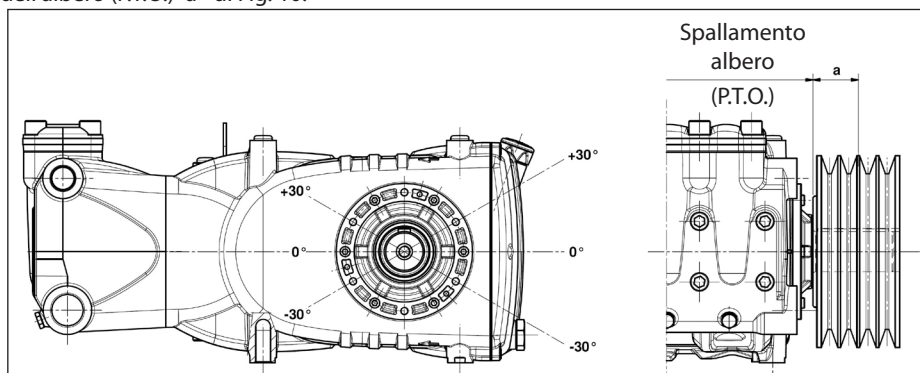

Fig. 10
Il carico radiale sull'albero non deve essere superiore a 7500 N (valore necessario per la definizione del Lay-out). La trasmissione è considerata adeguata se tale carico è applicato ad una distanza massima $a=40$ mm dallo spallamento dell'albero (P.T.O.) come indicato in Fig. 10.
- b) Utilizzare cinghie ad alto rendimento - per esempio **XPB** invece di **SPB** - in quanto risulterà necessaria una quantità inferiore di cinghie a parità di potenza trasmessa ed una conseguente distanza inferiore della risultante rispetto allo spallamento dell'albero (P.T.O.) "a" di Fig. 10.